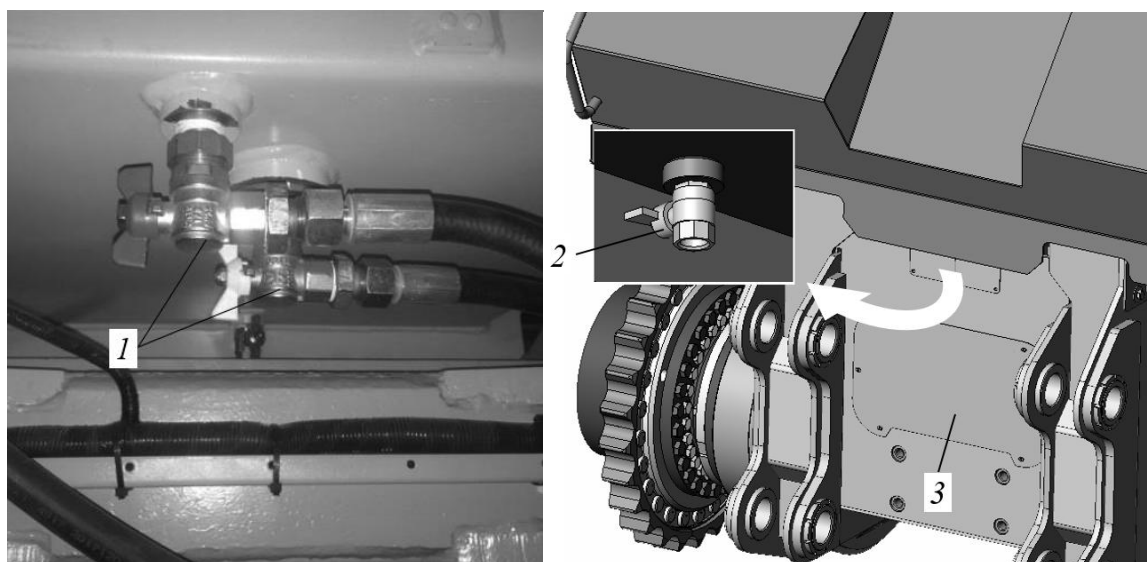

Рисунок 5.21. Размещение кранов на топливном баке
Кран для слива отстоя и конденсата 2 расположен под баком, в задней части машины, рис. 5.21.
Доступ к кранам реализован через лючок 3, рис. 5.21, либо через трансмиссионный отсек при поднятой кабине оператора.
- ▶ Перекрыть краны подвода (обратка) 2 в бак и отвода (подача) 1 топлива из бака в фильтр рис. 5.21.
- ▶ Открыть краны подачи 1 и обратки 2 на топливном баке, см. рис. 5.21.